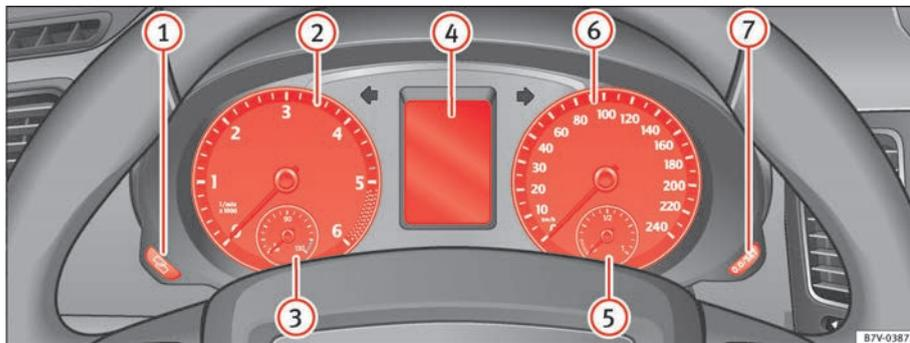

Abb. 36 Kombiinstrument in der Instrumententafel.
Erläuterungen zu den Instrumenten ⇒ Abb. 36:
– Zum Weiterstellen Taste **0.0 / SET** drücken ⇒ Seite 64, Abb. 36 **7**.
Im Display des Kombiinstruments ⇒ Seite 64, Abb. 36 **4** können je nach Fahrzeugausstattung verschiedene Informationen angezeigt werden:
⇒ Seite 64, Abb. 36 (4).